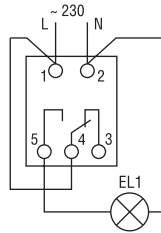

Рис. 2
Схема подключения представлена на Рис. 2. Фазное напряжение (L) подается на контактные зажимы «1» и «4». Нулевое напряжение (N) подается на контактный зажим «2». Нагрузка подключается к контактному зажиму «5» или «3».
– ON: постоянно замкнуты переключающиеся контакты 4 и 5 (Рис. 2).
– OFF: постоянно замкнуты переключающиеся контакты 3 и 4 (Рис. 2).